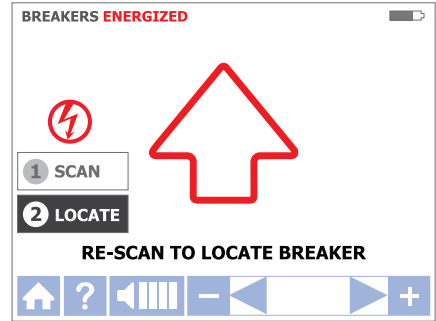
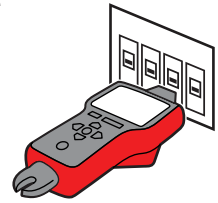

Figura 3.4c
Figura 3.4d
- b. Realice una lectura de cada interruptor/fusible durante medio segundo tocándolo con el sensor de punta. Asegúrese de que la marca en el sensor de punta esté paralela al interruptor/fusible longitudinalmente (consulte la Figura 3.4d).
a. Seleccione el modo LOCATE (UBICACIÓN) con las flechas direccionales para resaltar este modo de funcionamiento y presione el botón amarillo "ENTER (INTRO)". (Consulte la Figura 3.4c).
b. Vuelva a realizar una lectura de cada interruptor/fusible tocando cada uno con el sensor de punta durante medio segundo. La flecha roja activa indica el proceso de lectura (consulte la Figura 3.4c). Asegúrese de que la marca en el sensor de punta esté paralela al interruptor longitudinalmente. (Consulte la Figura 3.4d).